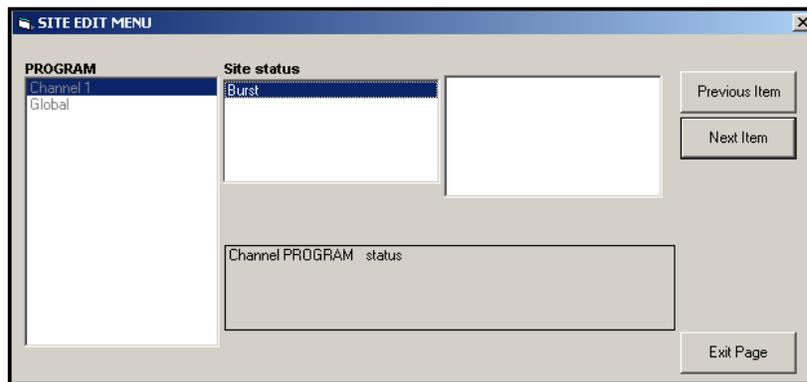

Figure 44 : Option Statut dans le menu Voie
2. Surlignez et double-cliquez sur l'option Statut dans le volet central. La fenêtre ressemble maintenant à la Figure 44.